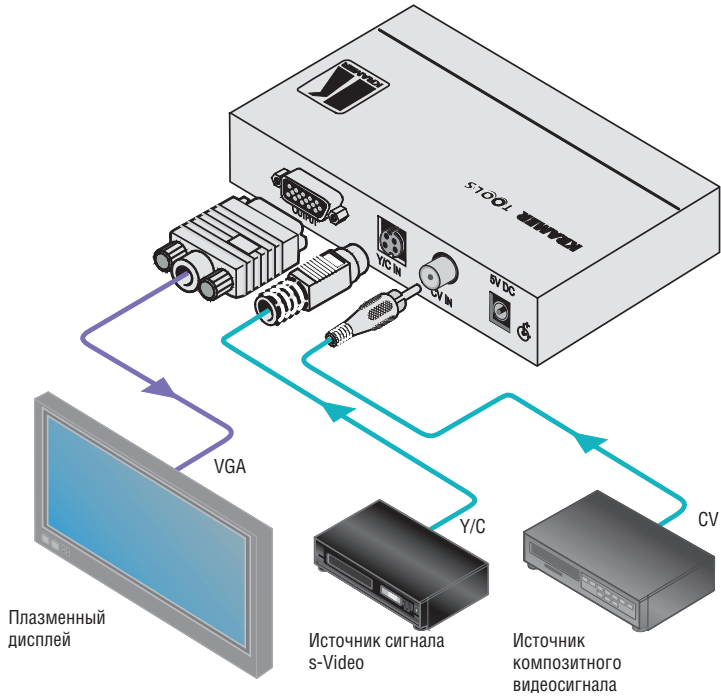

Рис. 2. Подсоединение VP-409
Чтобы подсоединить **VP-409** в соответствии с примером, приведенном на рис. 2, действуйте в следующем порядке (предварительно отключив всю аппаратуру):
3. Подсоедините сетевой адаптер 5 В постоянного тока к розетке входа электропитания, а адаптер подсоедините к розетке электросети (на рис. 2 не показан).